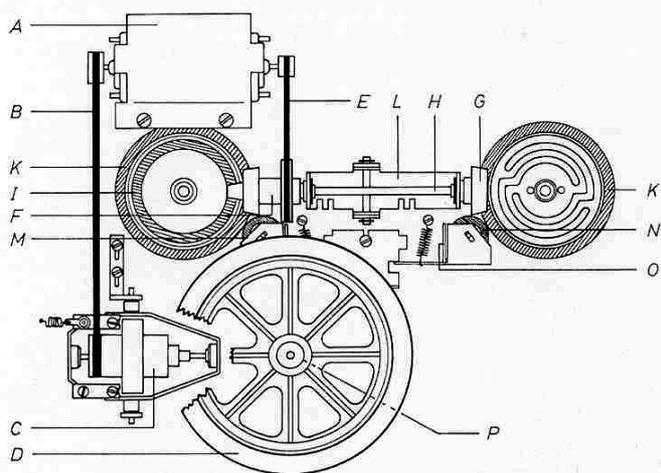

Abb. 1
R 4 HF-Vormagnetsierung: NF-Röhrevoltmeter im Punkt (A) gemäß Abb. 1 über den Spannungsteiler anschließen. Mit R 4 wird nunmehr am Röhrevoltmeter eine Spannung von 220 mV eingestellt. Wird dieser Wert nicht erreicht, so ist zunächst der Abgleich des HF-Sperrkreises (C10-BV. 6-13) zu überprüfen. Aussteuerungsregler auf 0 stellen! NF-Röhrevoltmeter an die Kontakte 3 und 2 der Buchse „Lautsprecher“ anschließen und durch Verschieben des Ferrit-Kernes der Spule BV. 6-13, Hochfrequenzspannung auf Minimum einstellen.